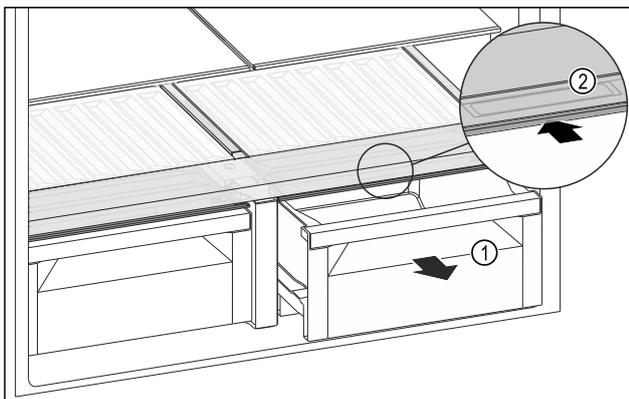

Fig. 133
- ▶ Schubfach Fig. 133 (1) herausziehen.
- ▶ Griffmulde Fig. 133 (2) am Fachdeckel anfassen und Fachdeckel gleichzeitig nach hinten schieben.